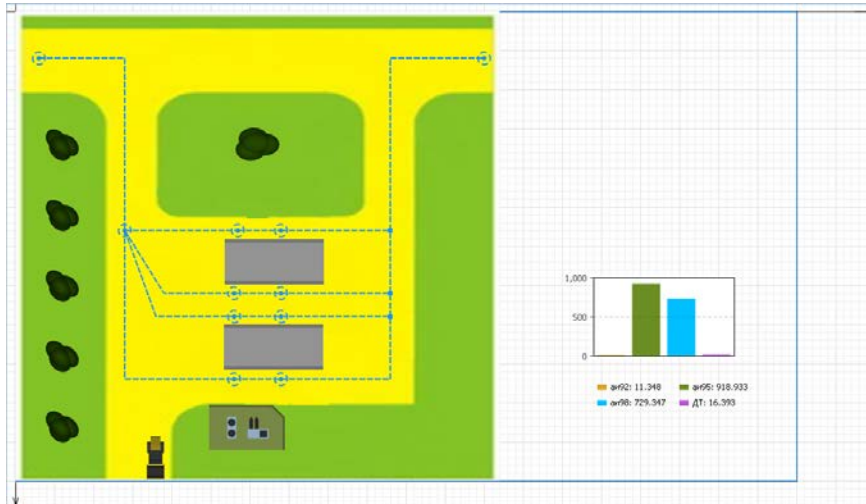

Рис. 10. Графический редактор
**Графический редактор** (рис. 10) предлагает место для визуального редактирования диаграммы типа агентов (или эксперимента).